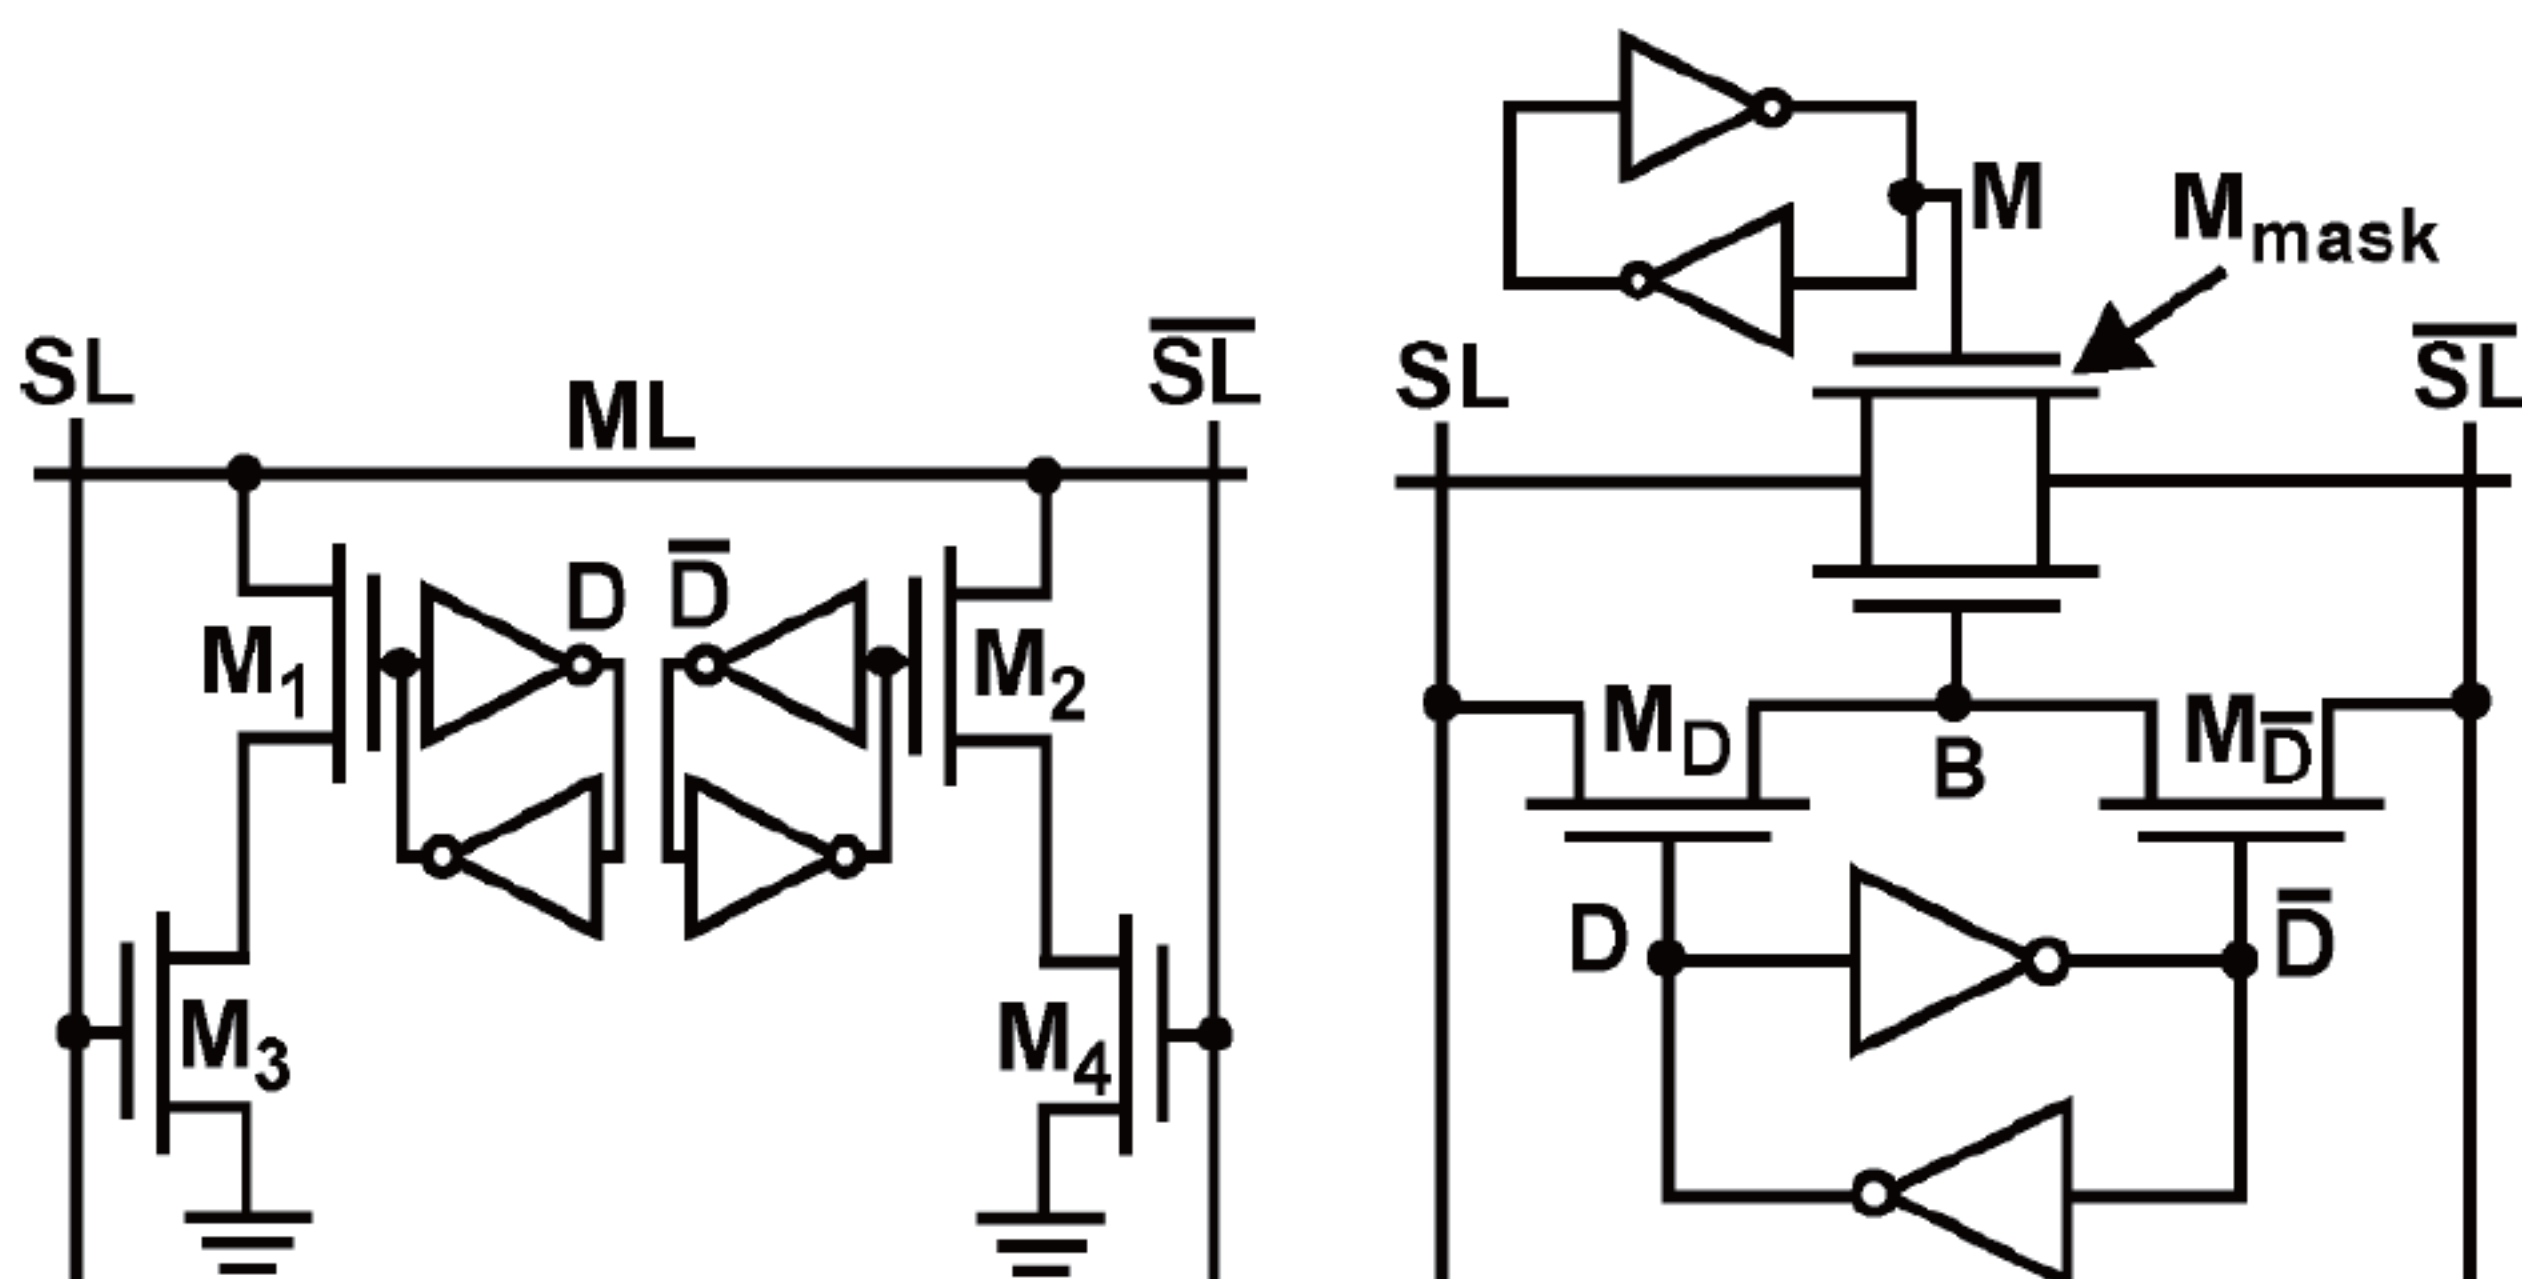

图3-274 NOR和NAND型Ternary CAM Cell示意图
0、1、*，这是每个Cell需要存储的三种状态，首先要解决如何让一个Cell存储三种状态。先贤们的智慧是无穷的。如图3-274所示为NOR和NAND型Ternary CAM Cell示意图。所谓Ternary CAM就是三态CAM的意思。如图所示，对于左侧的NOR型设计，如果使用两个锁存器分别表示1位，那么这个Cell依然可以当作普通SRAM来用，但是如果要让它表示*通配符，那么需要将两个锁存器都存为逻辑1，此时ML处于慢漏模式，表示命中匹配。同理，对于右侧的NAND型设计，只要在ML处增加一个MOS管，与原有MOS管并联，然后其栅极连接另一个锁存器，不管图中B点是否可以让ML导通，只要让M点为逻辑1，